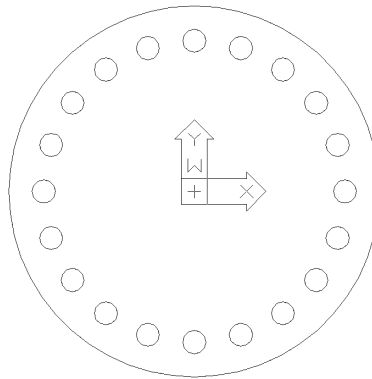

Figura 6.
4. Acum, localizați fereastra cu eticheta: *Number Items*: și scrieți 20 în fereastră. Lăsați *Angle to fill* - unghi de umplere - la 360,. Faceți clic pe OK pentru a finaliza matricea și ieșiți din caseta de dialog. Matricea completă va arăta figura 6.